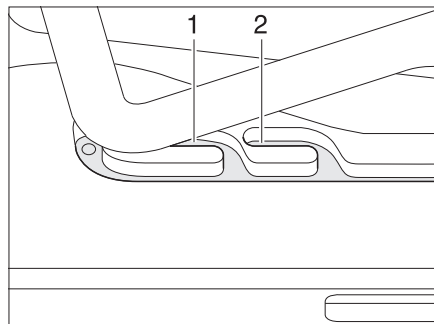
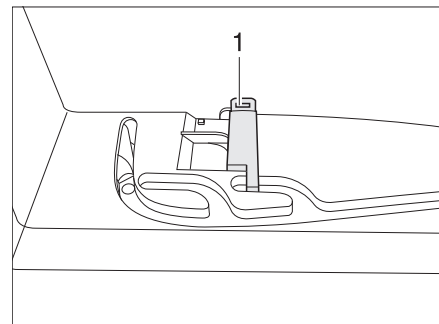

Bild 44 Heki-Dachhaube in Lüftungsstellung
Bild 45 Verriegelung Lüftungsstellung
Die Heki-Dachhaube kann in zwei Lüftungsstellungen gebracht werden: Schlechtwetterstellung (Bild 44,1) und Mittelstellung (Bild 44,2). Je nach Modell kann die Dachhaube in der Mittelstellung mit dem Riegel (Bild 45,1) verriegelt werden.
- Den Bügel leicht nach oben drücken und in die gewählte Führung (Bild 44,1 oder 2) schieben und ggf. verriegeln.